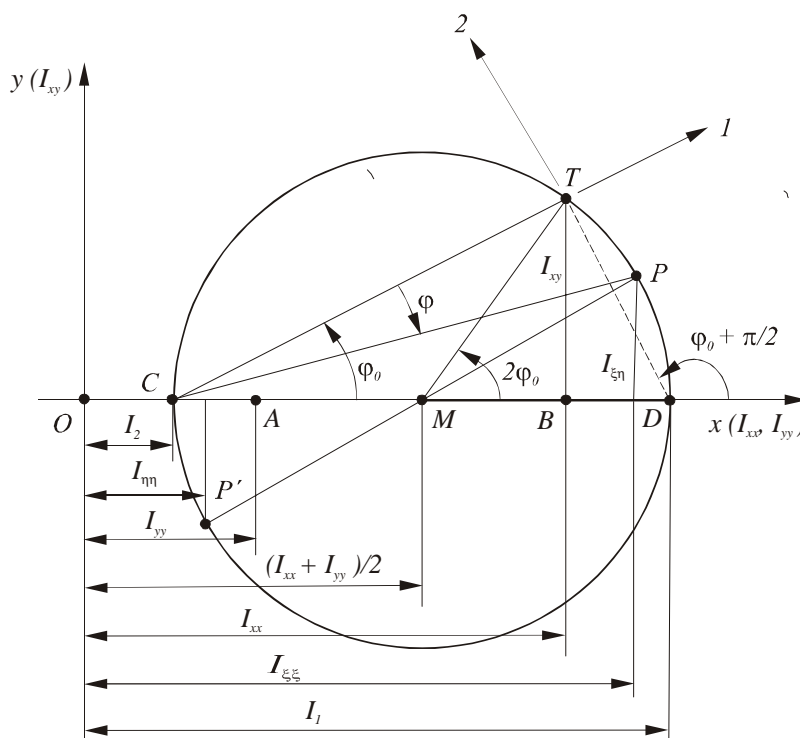

Abb. 40
1. Richtung der Hauptträgheitsachsen (Abb. 40)
2. Hauptträgheitsmomente I_1, I_2 (Abb. 40)
3. Momente zweiter Ordnung für ein um den Winkel φ gedrehtes ξ, η -Koordinatensystem (Abb. 40)